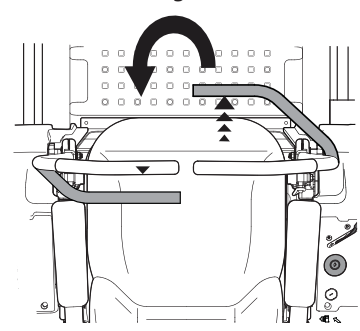

Figure 3-12
3. Pour tourner à gauche, poussez la barre de conduite droite vers l'avant tout en tirant la barre de conduite gauche vers l'arrière. Voir Figure 3-12.